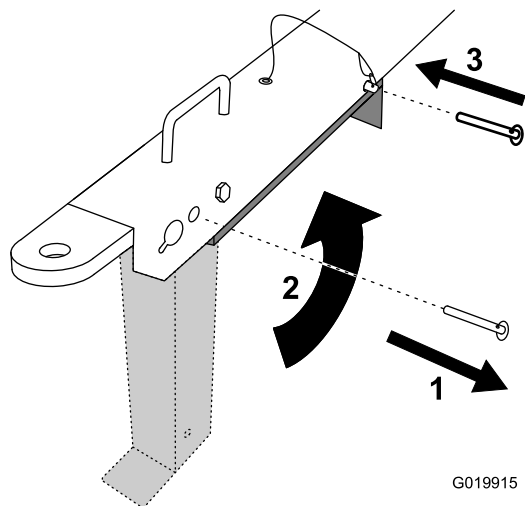

Figure 21
7. Sortez l'axe de chape du pied stabilisateur avant et de la flèche (Figure 21).
8. Faites pivoter le pied stabilisateur avant vers le haut et dans la flèche (Figure 21).
9. Poussez l'axe de chape dans le trou arrière de la flèche et du pied stabilisateur avant (Figure 21).